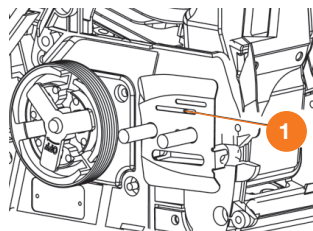

Рис. 18
Для предотвращения работы бензопилы без подачи масла на шину, регулярно, после каждого использования, очищайте выходное отверстие ❶ подачи масла (Рис. 18). Следите за тем,